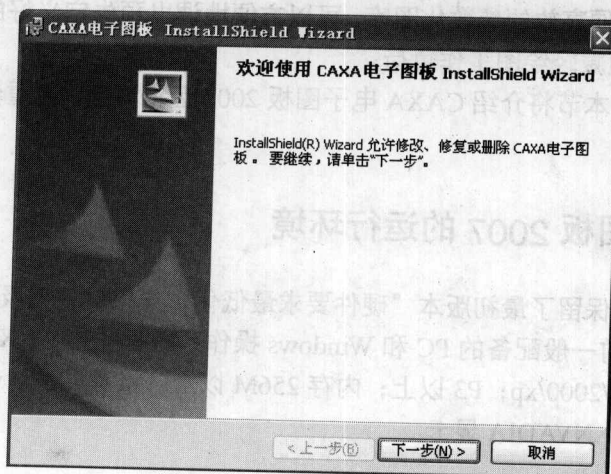
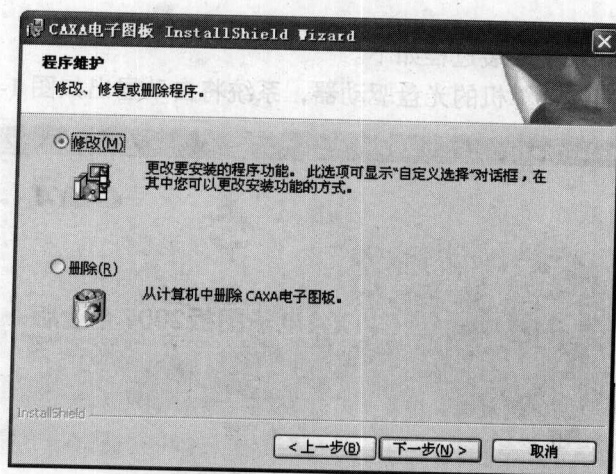

图 1-4 欢迎界面
图 1-5 “程序维护”对话框
步骤 (4) 稍等片刻, 弹出如图 1-4 所示的欢迎界面, 单击【下一步】按钮, 然后从弹出的“程序维护”对话框中选择“修改”单选按钮, 再单击【下一步】按钮, 如图 1-5 所示。